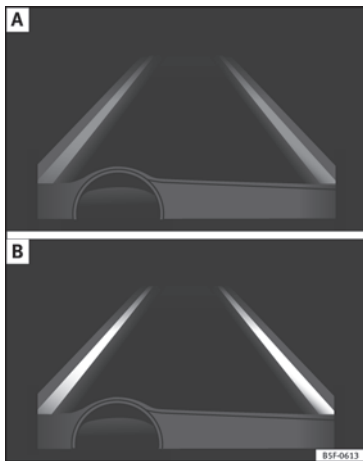

Fig. 189 Sul display del quadro strumenti: indicazione sul display del dispositivo di assistenza per il mantenimento della corsia (esempio 1).
- Il dispositivo è attivato ma non è disponibile, perché non è stato raggiunto il limite minimo di velocità o perché non viene rilevata la segnaletica della corsia » **fig. 189 A**.
questo momento non sta correggendo la traiettoria » **fig. 189 B**.